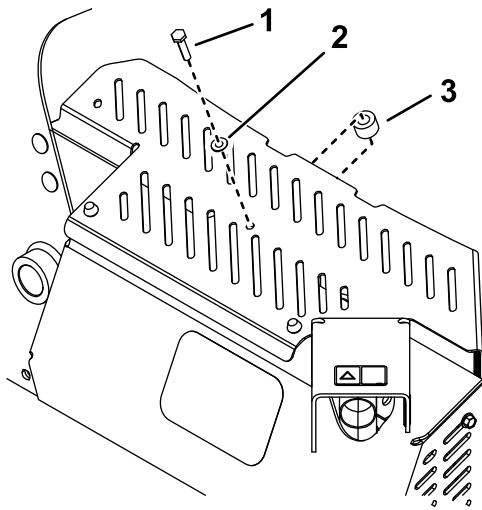

Figura 8
6. Utilice el perno autorroscante ($1/4$ " x $1 1/4$ ") y la arandela para instalar el espaciador entre el protector térmico y el protector del silenciador (Figura 8).